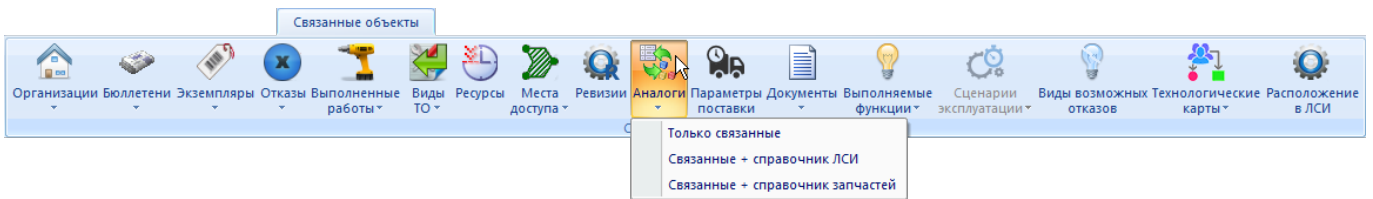

Рис. 10-47 – Кнопка «Аналоги» панели «Связанные объекты»
3) Открыть для него связанное окно «Аналоги» и справочник ЛСИ или запчастей, нажав кнопку «Аналоги» панели «Связанные объекты» (рис. 10-47).